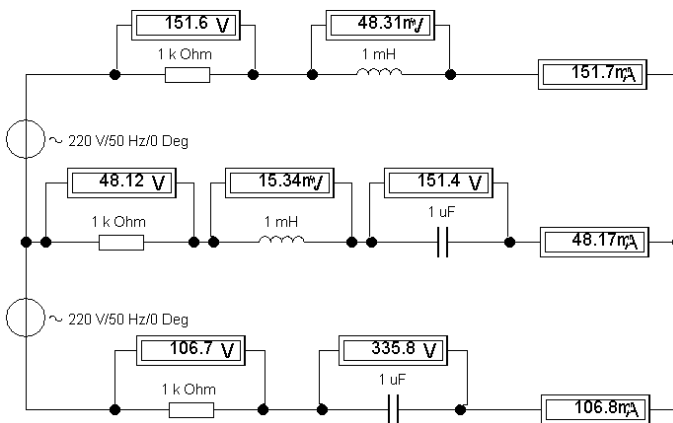

Рис. 12. Сложная электрическая цепь переменного тока
1. Собрать электрическую цепь, показанную на рис. 12. Измерить падение напряжений на каждом элементе цепи и токи в ветвях.